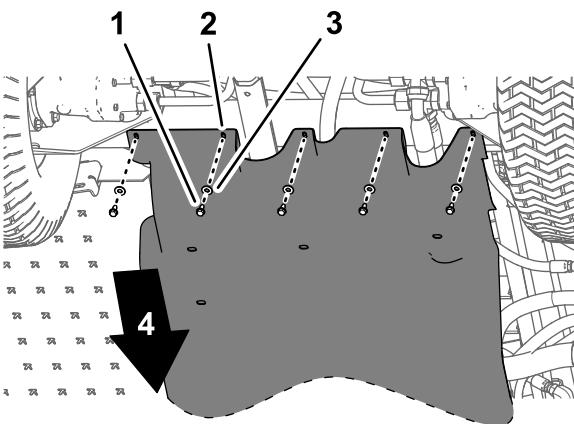

図 62
- キャリッジ下シュラウドをシャーシに固定しているフランジヘッドボルト $5/16 \times 5\frac{1}{8}$ " 5本とワッシャ $5/16$ " 7枚を取り外す図 62。
4. キャリッジ下シュラウドを機体から取り外す図 62
シの穴に合わせる図 62 キャリッジ下シュラウドを
ける図 62ステップ 1 キャリッジ下シュラウドを取